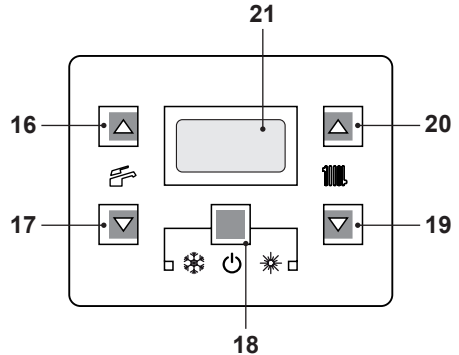
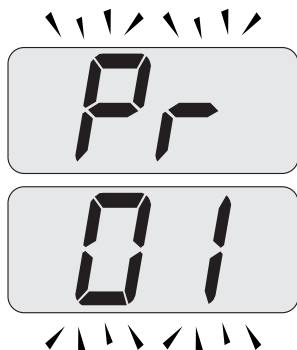
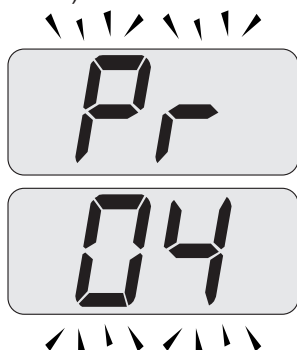

Figura 5.26
Figura 5.27
Figura 5.28
Per ottenere questo settaggio bisogna entrare in programmazione premendo contemporaneamente per 10 secondi i tasti 18 - 19 - 20 (Figura 5.26) fino a far apparire sul display LCD le lettere **Pr** che si alternano con il codice **01**, indicanti l'entrata nel "parametro 01" (Figura 5.27).
- Scorrere i vari parametri utilizzando i tasti 19 o 20 fino a far apparire sul display LCD le lettere **Pr** che si alternano con il codice **04**, indicanti l'entrata nel "parametro 04" (Figura 5.28).
- Premere contemporaneamente i tasti 18 e 20 (Figura 5.26) fino a far apparire sul display LCD il valore del parametro 04 (Figura 5.29).
- Premendo il tasto 18 (Figura 5.26) si ottiene la conferma del valore inserito.
- Premendo contemporaneamente i tasti 18 e 19 (Figura 5.26) si esce senza modificare il valore (ritorno alla lista parametri (Figura 5.28)).
- Premendo contemporaneamente per 10 secondi i tasti 18 - 19 - 20 (Figura 5.26) si esce dalla "modalità programmazione".